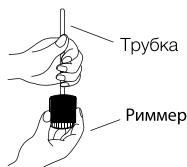

Рис. 1
- Рimmerом удалите неровности на конце медной трубки, держите ее изгибом вниз, чтобы медная стружка не попала внутрь (Рис. 1, Рис. 2).